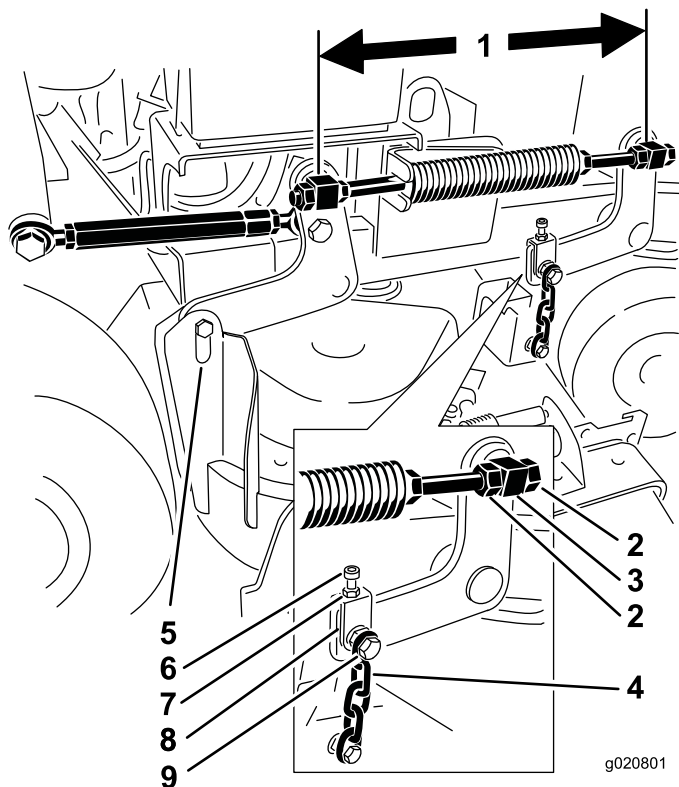

Figure 81
6. Contrôlez la distance entre les centres des pivots (entraxe) sur chaque tige filetée. La longueur nominale est de 49,5 cm (19-1/2 po) pour les tabliers de coupe de 91 cm (36 po) et de 43,7 cm (17-3/16 po) pour les tabliers de coupe de 102 cm (40 po) (Figure 81).
- Si un réglage est nécessaire, desserrez le boulon de chaîne supérieur (Figure 81).
6. Desserrez les boulons de chaîne supérieurs (Figure 81).